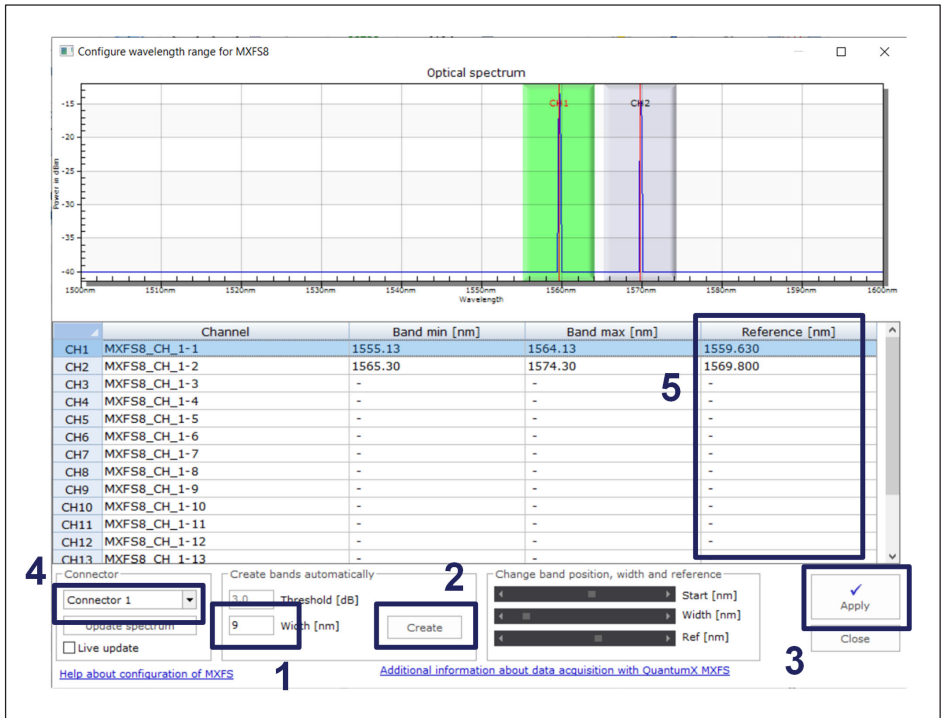

Fig. 5.2 Crear rangos
- Definir un valor de ancho para la creación automática de la banda de 9 nm (numero 1 en Fig. 5.2).
- Crear automáticamente las bandas pulsando el botón “Create” (número 2 en Fig. 5.2).
- Aplicar los rangos configurados al dispositivo para el conector seleccionado pulsando el botón "Apply" (número 3 en Fig. 5.2).
- Repetir el procedimiento para todos los conectores seleccionados (número 4 en Fig. 5.2).
- Definir las longitudes de onda de referencia de las FBG como se muestra en las hojas de calibración (número 5 en Fig. 5.2)
- Aplicar los ajustes (numero 3 en Fig. 5.2)
- Repetir el procedimiento para todos los conectores seleccionados (número 4 en Fig. 5.2)